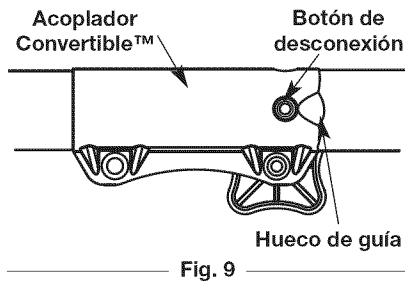

Fig. 9
2. Coloque el control de encendido y apagado en posición de APAGADO (O) (Fig. 9).
2. Opima y sostenga el botón de desconexión (Fig. 9).
**NOTA:** La alineación del botón de desconexión con el hueco de guía facilitará la instalación (Fig. 9).